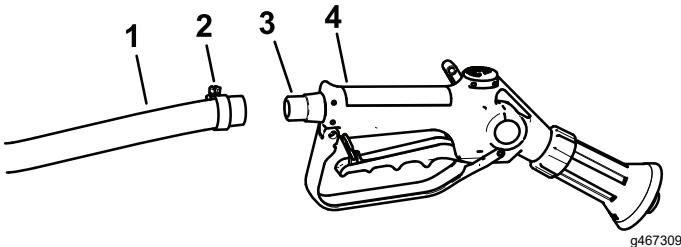

図 52
- ホース長のもう一端をスプレーガンのフィッティングにつなぐ図52。